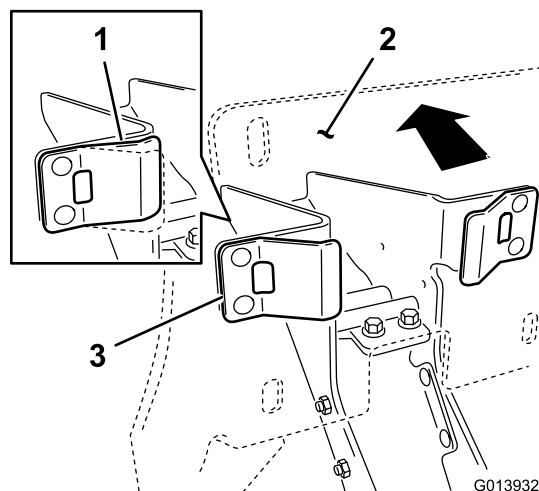

Figura 19
4. Asegurándose de que los toques de plástico están en contacto con las pestañas de los muelles, aplique suficiente presión contra la chapa trasera del soporte para comprimir las pestañas de resorte hasta el punto intermedio (Figura 19).